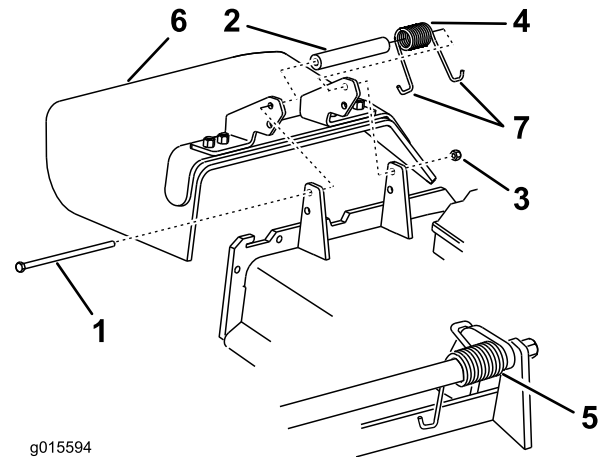

Figura 104
1. Retire la contratuerca, el perno, el muelle y el espaciador que sujetan el deflector a los soportes de pivote (Figura 104). Retire el deflector de hierba dañado o desgastado.
Nota: Asegúrese de colocar un extremo en J del muelle detrás del reborde de la carcasa antes de instalar el perno, según se muestra en Figura 104.
3. Instale el perno y la tuerca. Coloque un extremo en J del muelle alrededor del deflector de hierba (Figura 104).